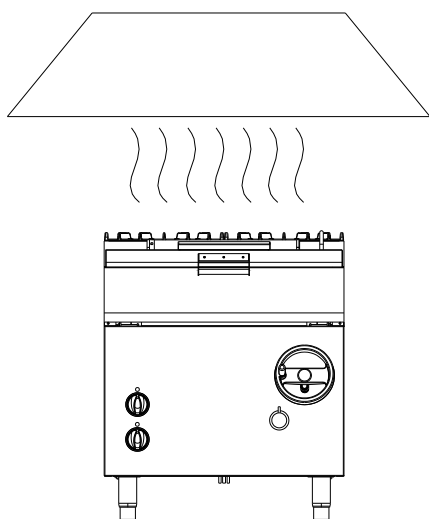

Abbildung 1
- Stellen Sie das Gerät unter eine Abzugshaube, die für ausreichende Belüftung sorgt, um die Bildung von Gerüchen und Rauch zu verhindern. (Abbildung 1)